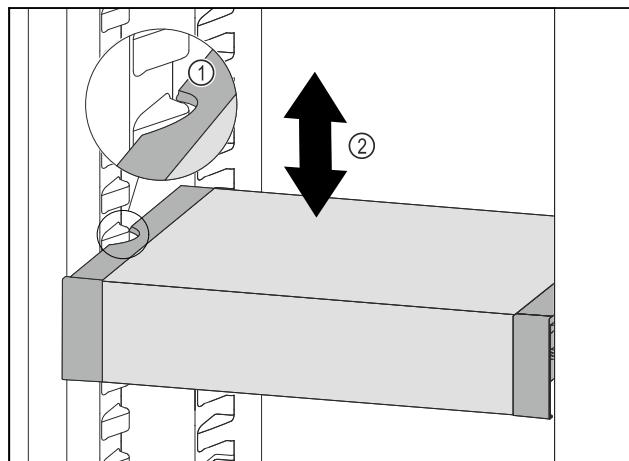

Fig. 84
- VarioSafe naar voren trekken tot de uitsparingen aan de zijkant van de VarioSafe zich ter hoogte van de rib in het koelgedeelte bevinden. Fig. 84 (1)
- VarioSafe in het koelgedeelte omhoog of omlaag bewegen tot de gewenste hoogte is bereikt. *Fig. 84 (2)*